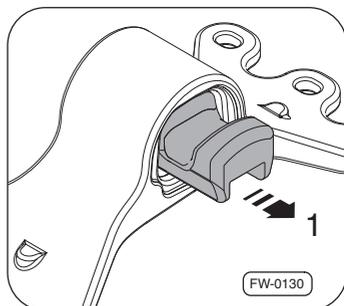

Рис. 40 · Удаление резиновых демпферов
3. На обеих сторонах вытолкните сбоку резиновые демпферы ⇒ рис. 40 из опорного подшипника –стрелка 1– и проверьте их.